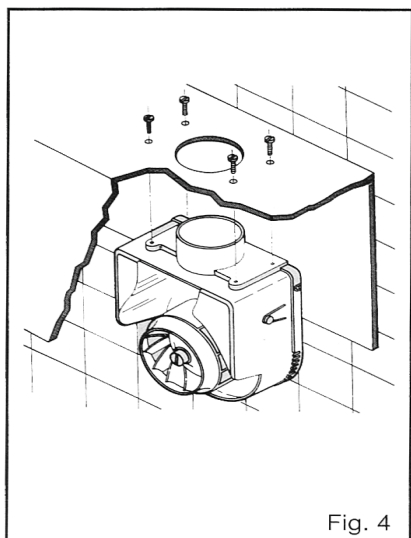

Fig. 4
- La instalación del extractor se puede realizar sujetando el aparato en la pared (Fig.3) o bien fijando el mismo en la parte superior de la campana (Fig.4). En ambos casos se suministran los tacos y los tornillos, junto con una plantilla.